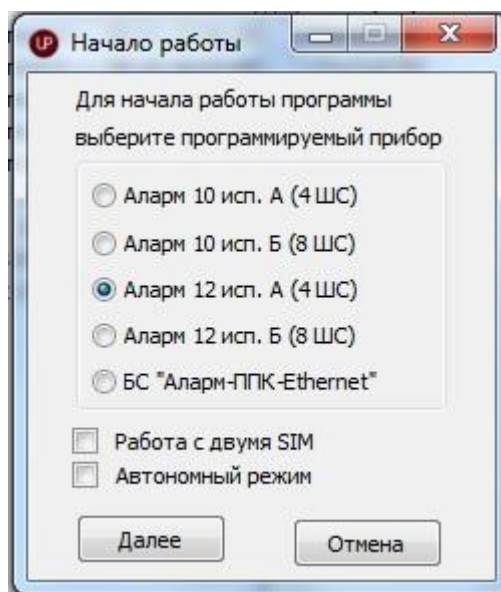
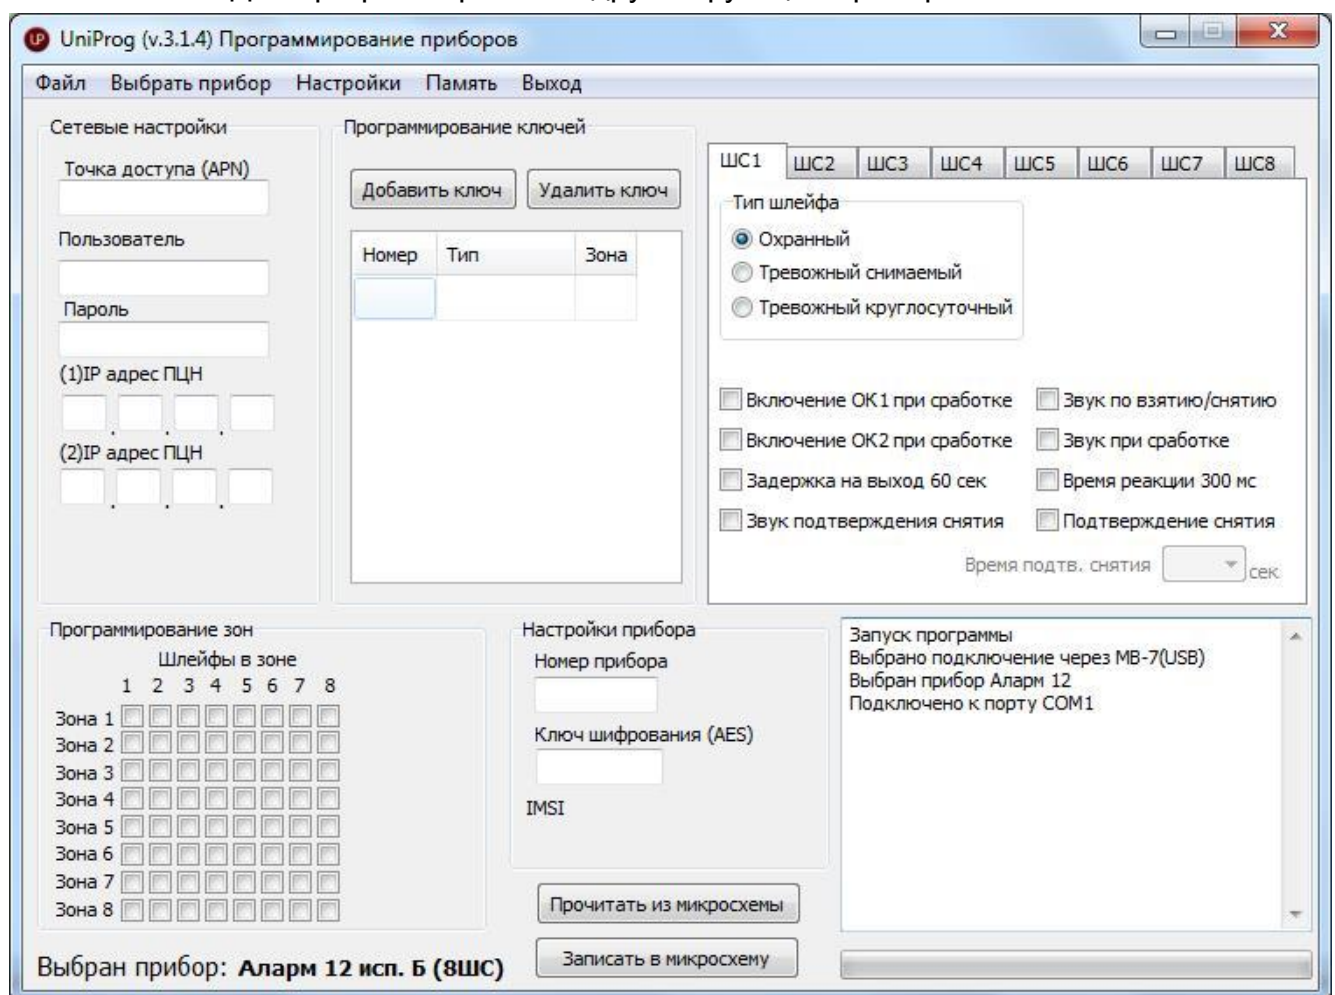
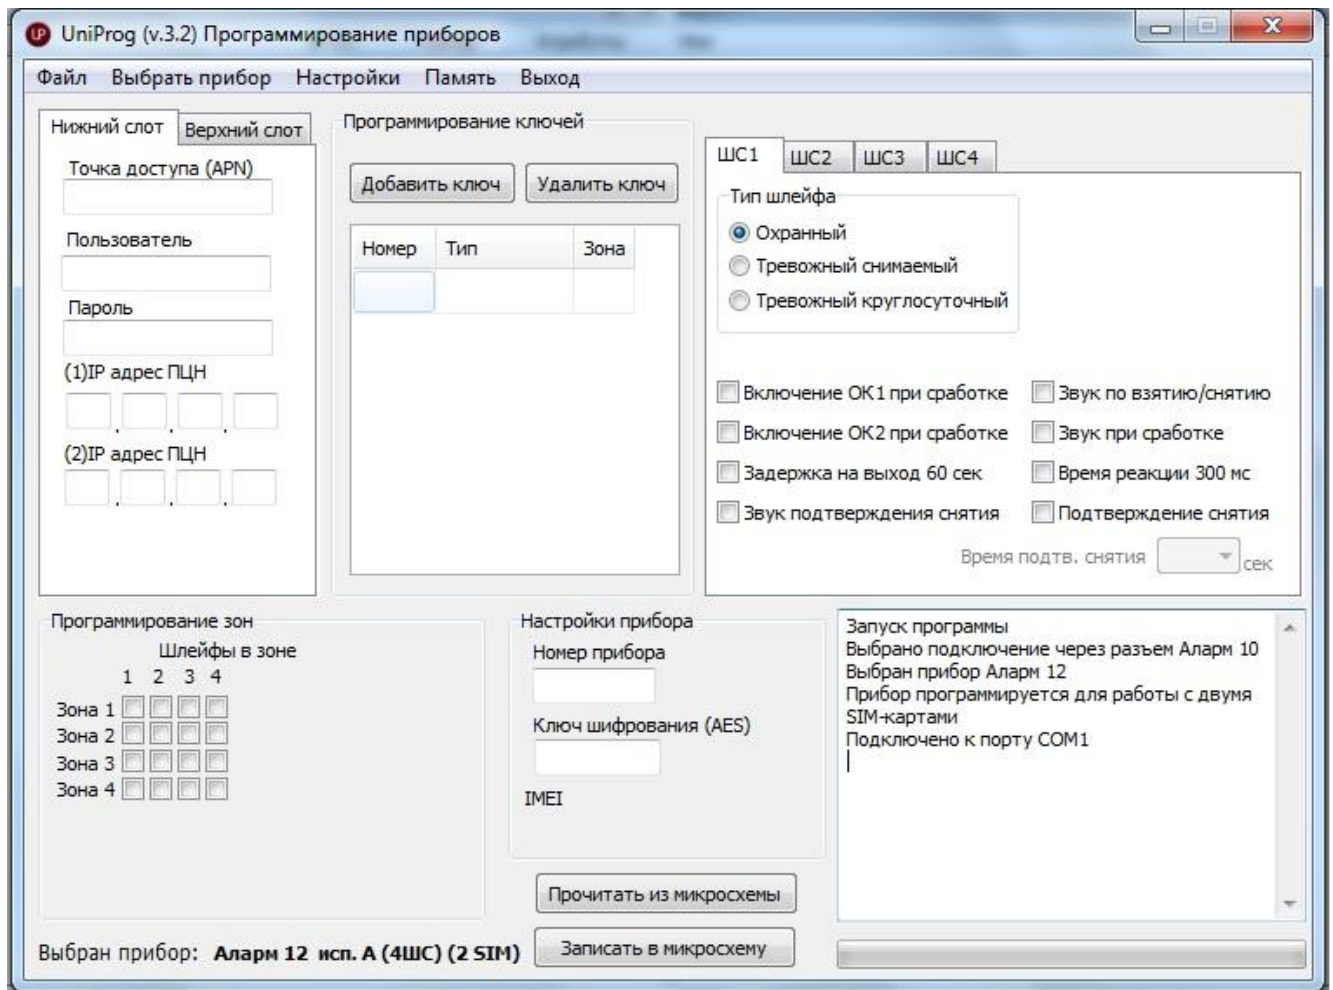

Рисунок 7
Рисунок 7.1
Рисунок 7.2
2.4.1.1 Для использования прибора в режиме работы на ПЦН в окне «Начало работы» (рисунок 7) выберите исполнение прибора, режим работы на ПЦН (в поле «Автономный режим» не должен быть установлен значок «v») и, при установке двух SIM-карт, необходимость работы по двум каналам связи (в поле «Работа с двумя SIM» должен быть установлен значок «v»).
В зависимости от количества установленных в приборе SIM-карт и проставленной соответствующей отметки (рисунок 7) на экране ПЭВМ появится окно для программирования функций прибора, работающего по одному каналу связи (рисунок 7.1), либо окно для программирования функций прибора, работающего по двум каналам связи (рисунок 7.2).
2.4.1.2 При работе прибор по одному каналу связи (рисунок 7.1) введите точку доступа (APN), имя пользователя, пароль, а также два IP адреса ПЦН.
2.4.1.3 При работе прибора по двум каналам связи (рисунок 7.2) введите точку доступа (APN), имя пользователя, пароль и два IP адреса ПЦН для каждой из установленных в приборе SIM-карт, используя закладки «Нижний слот», «Верхний слот»,
2.4.2.1 Для использования прибора в автономном режиме установите значок «v» в поле «Автономный режим» (рисунок 7) и нажмите «Далее».